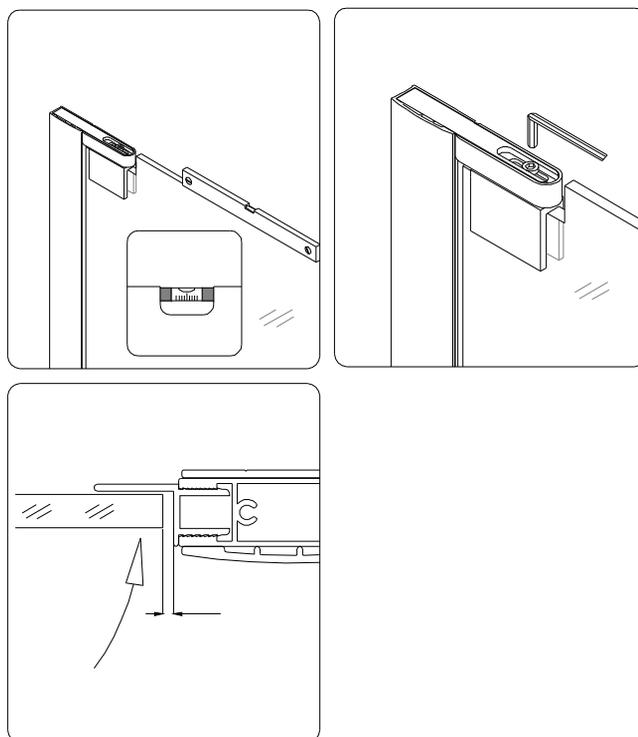

Рис. 14
14. Отрегулируйте расстояние между **Стекло́нной дверью (03)** и **Водонепроницаемым ограничителем двери (10)** выдвигая или задвигая **Внутренние профили (02), (04)** в **Наружних профилях (01), (05)** если необходимо.
Также если необходимо, отрегулируйте **Стекло́нную дверь в Штыревых петлях (07)** и закрепите дверь **Полукруглым Болтом под внутренний шестигранник M6×12 (17)** Рис. 14